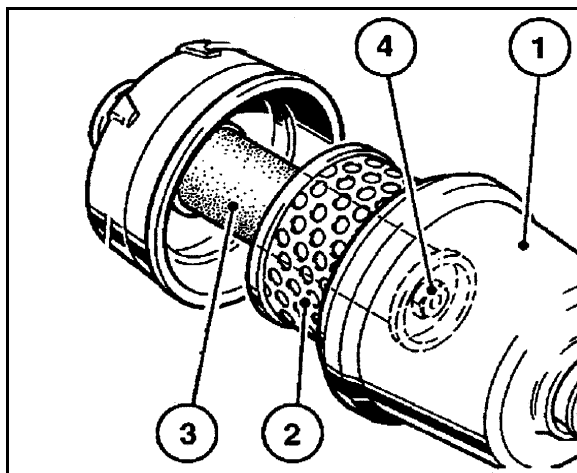

Fig. 146
1. Løsn vingemøtrikken på filteraddækningen (Fig. 146/1).
2. Tag filterafdækningen af og træk det yder filterelement (Fig. 146/2) ud.
6. Udskift det indvendige filterelement (Fig. 146/3) (må aldrig renses).
- o Løsn sekskantmøtrikken (Fig. 146/4), og træk det indvendige filterelement ud.